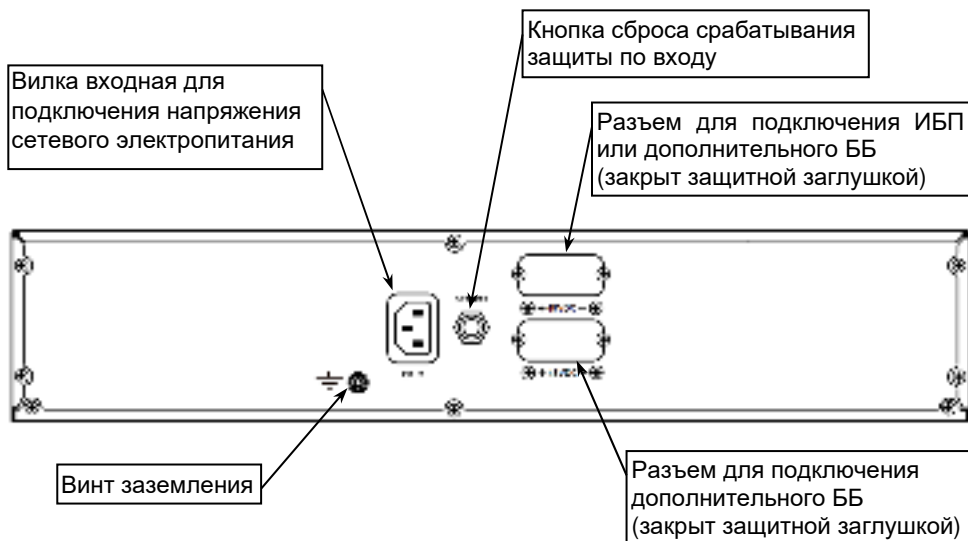

Рисунок 2 – Общий вид задней панели ББ
На задней панели ББ расположены: вилка входная для подключения напряжения сетевого электропитания, кнопка сброса срабатывания защиты по входу (срабатывание защиты происходит при превышении уровня входного тока выше допустимого), разъемы для подключения (закрыты защитными заглушками) и винт заземления (см. рисунок 2).
- разместите ББ на полке или направляющих шкафа или стойки и закрепите его на передних стойках. Соедините винт заземления ББ (см. рисунок 2) с контуром заземления шкафа или стойки перемычкой заземления (в комплект поставки не входит);
(см. рисунок 2) и кабель сетевой (входит в комплект поставки).